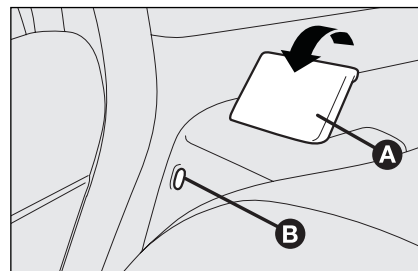

Рис. 89
- ☐ поднимите фиксатор **A**, см. **рис. 89** и сложите спинку сиденья вперед. Подъем фиксатора сопровождается появлением "красной ленты" **B**.